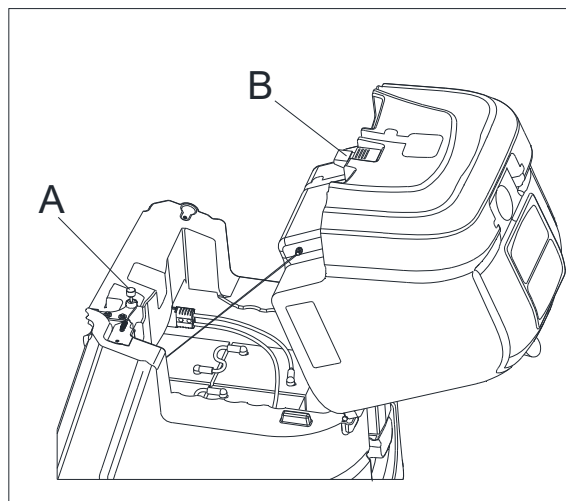

Figura 5
3. Întoarceți scaunul, apăsați zăvorul de blocare (per Figura 5, B), după care întoarceți atent rezervorul de rezervă (15, Figura 1).
Asigurați-vă că dispozitivul de protecție a mâinii (Figura 5, A) pentru a întoarce rezervorul de rezervă este în poziția corectă, pentru motive de securitate.